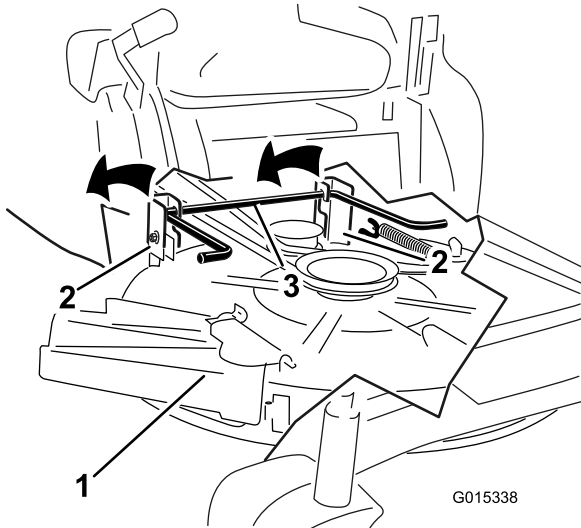

Figura 55
5. Eleve la carcasa de corte y separe ésta y las pletinas de suspensión de la varilla de elevación trasera; luego baje el cortacésped con cuidado al suelo (Figura 55).
5. Eleve la parte trasera de la carcasa de corte y coloque las pletinas de suspensión sobre la varilla de elevación trasera (Figura 55).